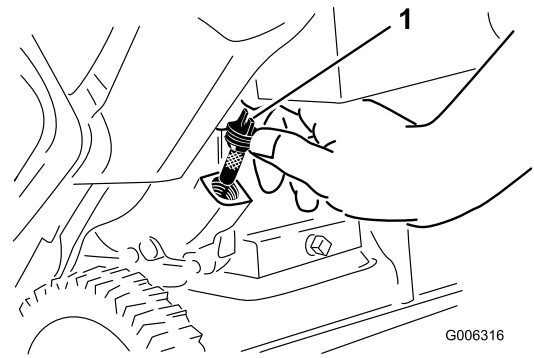

Bild 30
7. Schrauben Sie den Öleinfülldeckel ab und entfernen ihn (Bild 30).
6. Reinigen Sie den Bereich um den Öleinfülldeckel (Bild 30).